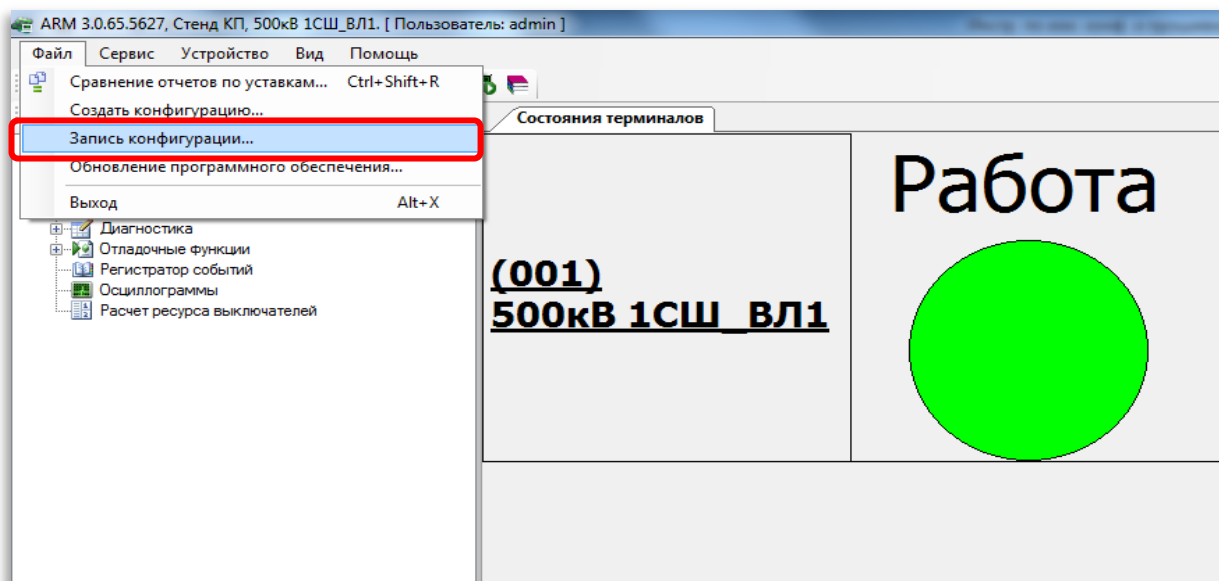

Рисунок 20 – Выбор команды **Запись конфигурации**
6.3 Выбрать пункт главного меню **Файл** -> **Запись конфигурации** (см. рисунок 20).